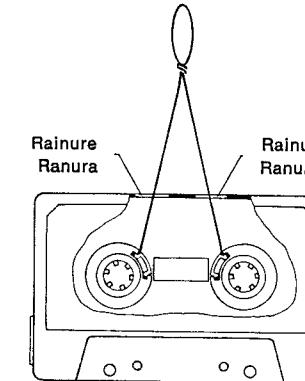

Fig. 2
8. Mesurage de la traction du ruban (ver fig. 2)